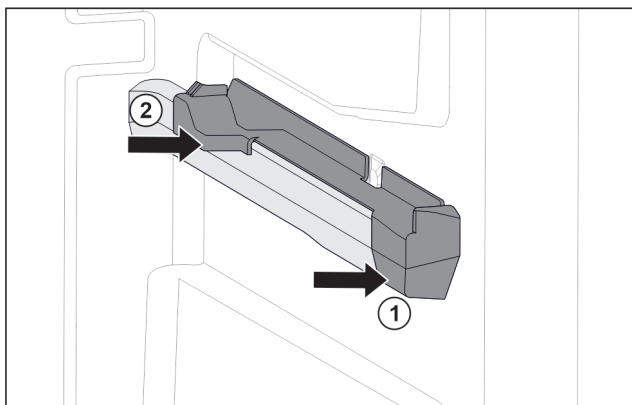

Fig. 51 Tillsats på den högra behållarens galler
- Sätt på tillsats i fram på behållarens galler. Fig. 51 (1)
- Tryck fast tillsats i bak. Fig. 51 (2)